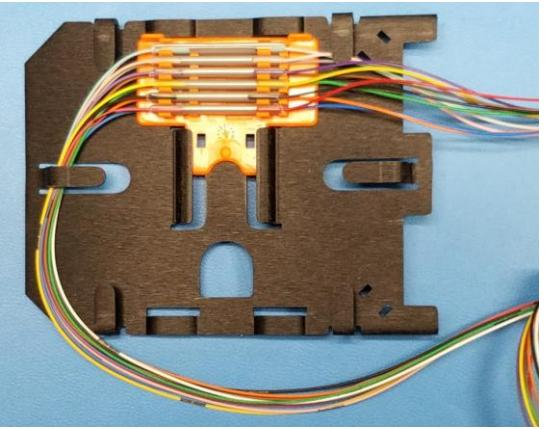
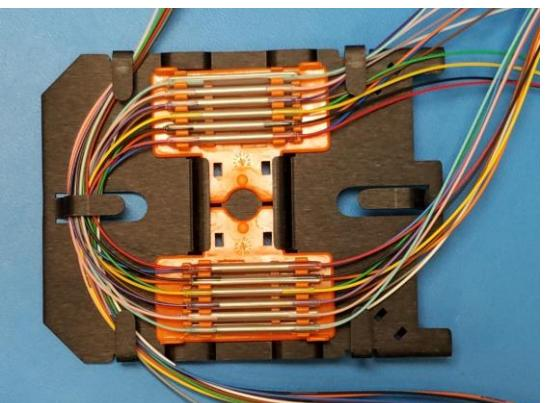

Figure 10
Figure 11
- 4.5 Installer le support de raccordement des fibres 13 à 24 de la manière illustrée à la **figure 10**. Acheminer les fibres sous les pattes de retenue près des points de sortie du support. Installer le support des fibres 1 à 12 de la manière illustrée à la **figure 11**.